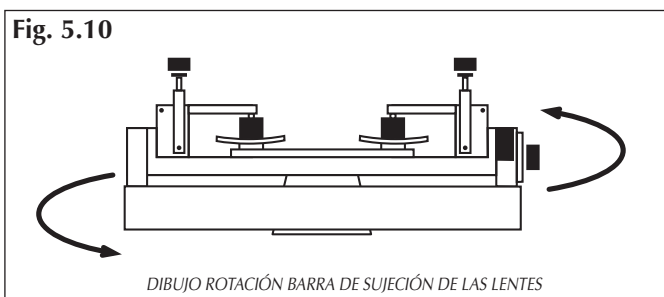

Fig. 5.10
Cuando se termina el trabajo en uno de los lados de la lente, para efectuar el mismo trabajo en el lado opuesto, es necesario girar la barra de sujeción de las lentes 180°; para hacer esto se debe aflojar la palanca ref. 16 Fig. 5.2, situada por detrás del carro del eje X, extraer la barra, girarla Fig. 5.10, volverla a colocar en su lugar y bloquearla con la palanca ref. 16 Fig. 5.2.